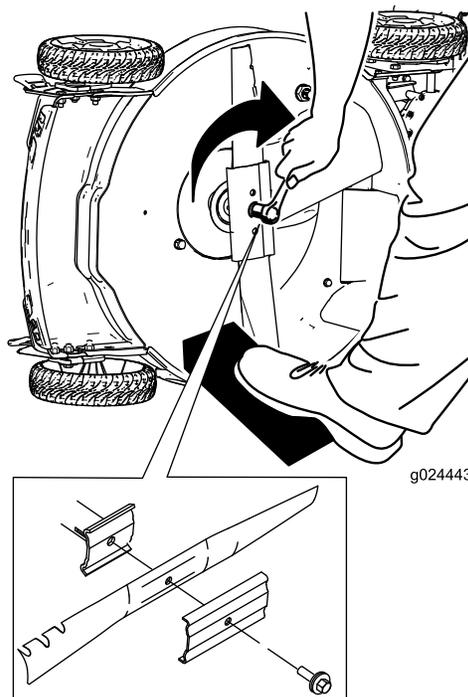

Figura 32
5. Instale la cuchilla nueva y todos los herrajes de montaje (**Figura 32**).